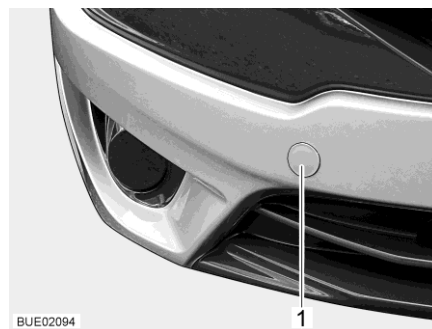

Fig. 59 Tapa para el alojamiento de la argolla de remolque (ejemplo)
- Retirar la cubierta (Fig. 59,1).